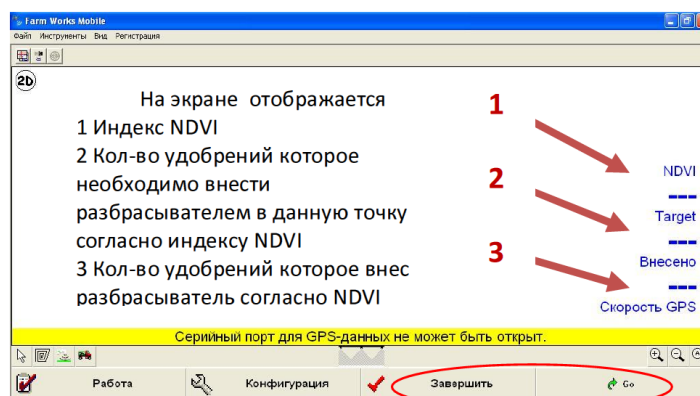

Рисунок 12.13 –
10. Для работы с сенсорами необходимо нажать _____ и начать движение. После окончания работы на данном поле нажать _____ (рисунок 12.13).